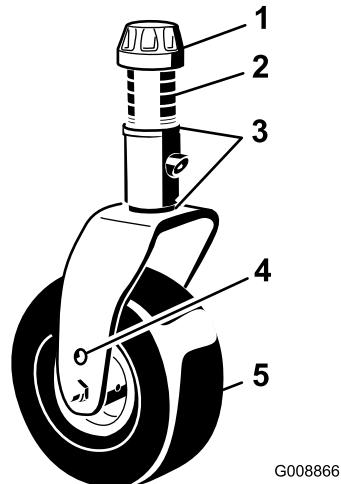
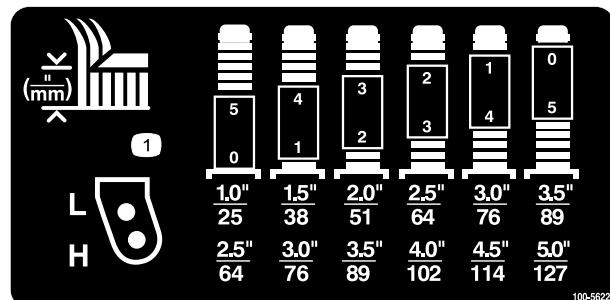

Bild 7
Bild 8
2. Stecken Sie die Laufradachsen in allen Gabeln in die gleichen Löcher. Ermitteln Sie die richtigen Löcher für die Einstellung mit Bild 7, Bild 8 und Bild 9.
1. Entfernen Sie die Spannkappe von der Spindelwelle (Bild 7) und ziehen die Spindel aus dem Laufradarm heraus. Ziehen Sie zwei Beilagscheiben so auf die Spindelwelle, wie sie ursprünglich montiert waren. Diese Beilagscheiben sind erforderlich, um alle Mähwerke über die Breite auf ein Niveau zu bringen. Ziehen Sie die erforderliche Anzahl von 13 mm Distanzstücken (siehe die nachstehende Tabelle) auf die Spindelwelle, um die gewünschte Schnithöhe herbeizuführen; ziehen Sie dann die Scheibe auf die Welle auf.
Ermitteln Sie die Kombination der Distanzstücke für die Einstellung mit Bild 8.